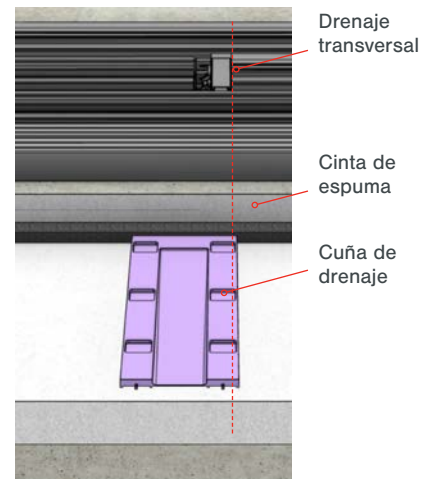

Fig 5
- Coloque cuñas adicionales en cada posición del drenaje transversal, tal como se muestra en la Fig. 5.
- ⚠** Asegúrese de que la cuña de drenaje esté orientada y alineada con el drenaje transversal, tal como se muestra en la Fig. 5. El drenaje transversal debe vaciarse hacia la parte inclinada de las cuñas de drenaje.